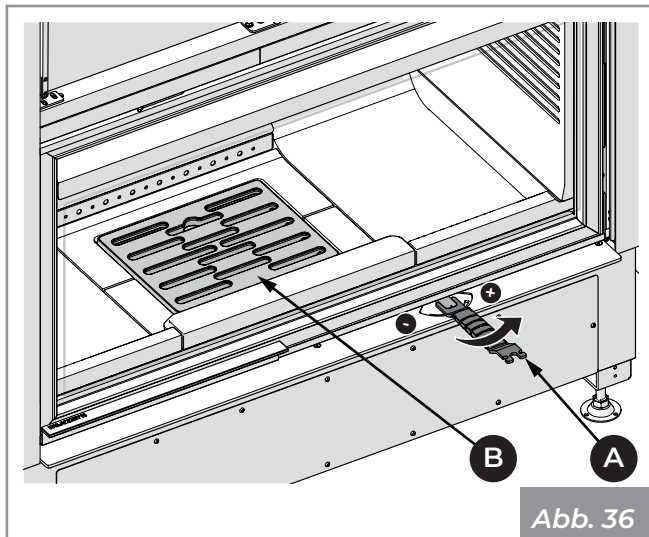

Abb. 36
- Mit Hilfe des mitgelieferten kalten Griffs (A) die Einstellung der Primärluft (Abb. 36) ganz öffnen (+).
- Die Holzzscheite vorsichtig in die Brennkammer legen, wobei die Schamotten des Gitters (B) nicht vollständig abgedeckt werden dürfen (Abb. 36).
- Mit Hilfe des entsprechenden kalten Griffs (A) (Abb. 36) die Lufteinlassöffnung erst dann verkleinern, wenn sich eine angemessene Glutbasis gebildet hat.